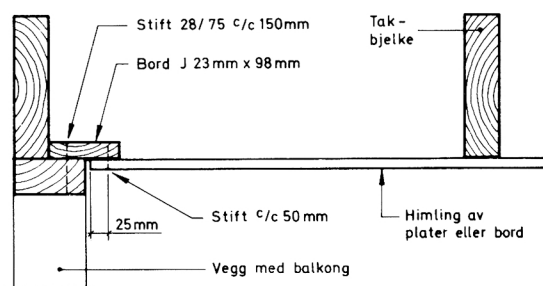

Fig. 23
- 23 Stagene festes i vegg til dobbelte stender, og nødvendig dimensjon på disse er vist i Tabell 1. De dobbelte stenderne festes til topp- og bunnsvill med løse tapper der hullene kan maskinbores. Tapper kan lages av hardtre, metall eller av plast når styrken er kjent. Bunnsvillen må spikres godt til undergolvet og bjelkene, og toppsvillen må festes til takbjelkene med 3 stk. stift 34/100 i hver bjelke. Når takbjelkene går parallelt med vegg som balkongen henger på, må toppsvillen forankres til himlingen som vist på fig. 23.